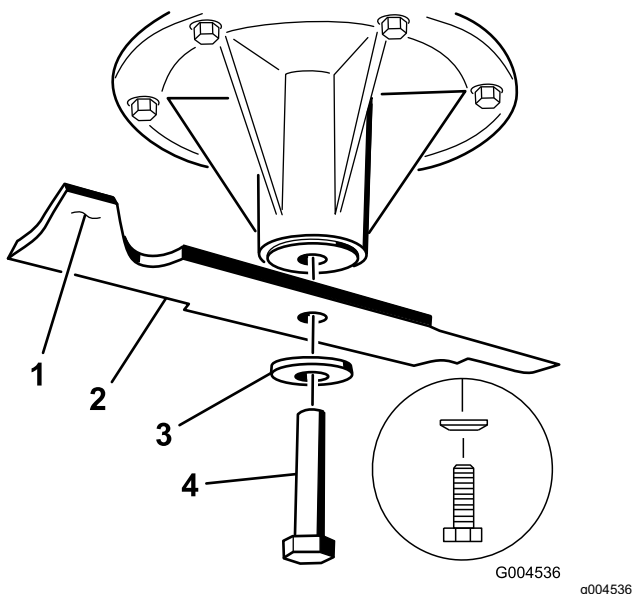

Figura 80
- Retire del eje el perno de la cuchilla, la arandela curva y la cuchilla (Figura 80).
1. Instale la cuchilla en el eje (Figura 80).
2. Instale la arandela curva y el perno de la cuchilla (Figura 80).